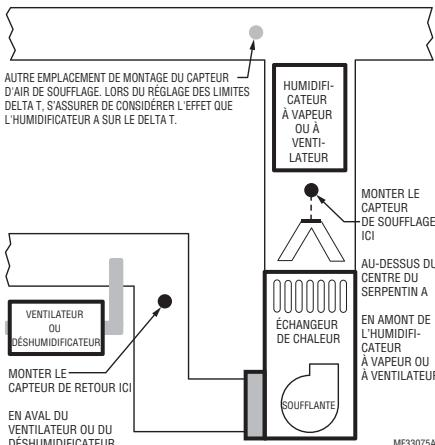

Fig. 2.
- Si possible, monter le capteur de température d'air de soufflage en amont d'un humidificateur à vapeur, d'un humidificateur à ventilateur ou d'un déshumidificateur relié à l'alimentation. Voir les Fig. 2 à 3.
- Si l'espace ne permet pas d'installer un capteur de température d'air de soufflage en amont d'un humidificateur à vapeur ou d'un humidificateur à ventilateur, monter le capteur de température d'air de soufflage en aval de l'humidificateur. Voir la Fig. 2. Lors du réglage des limites Delta T (voir «Réglage des limites Delta T» à la page 11), s'assurer de considérer l'effet que l'humidificateur a sur le Delta T.